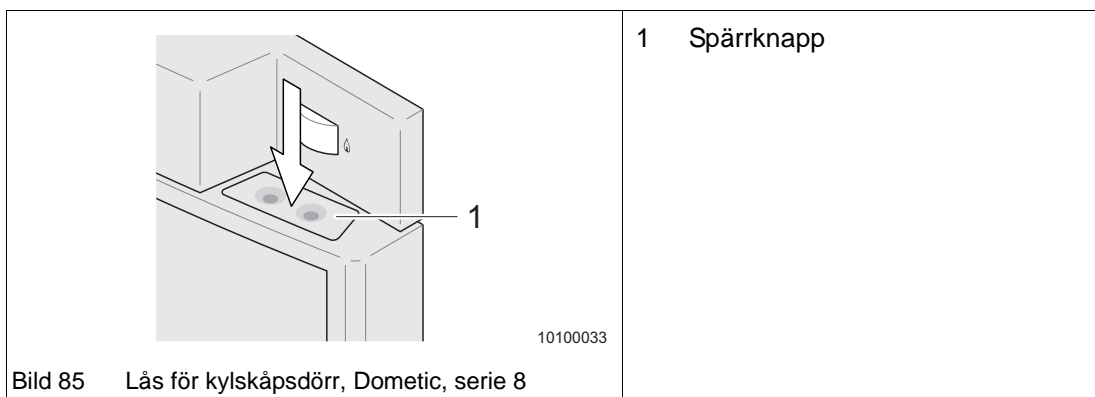

Bild 85 Lås för kylskåpsdörr, Dometic, serie 8
- Tryck spärrknappen (Bild 85/1) nedåt och öppna kylskåpsdörren.